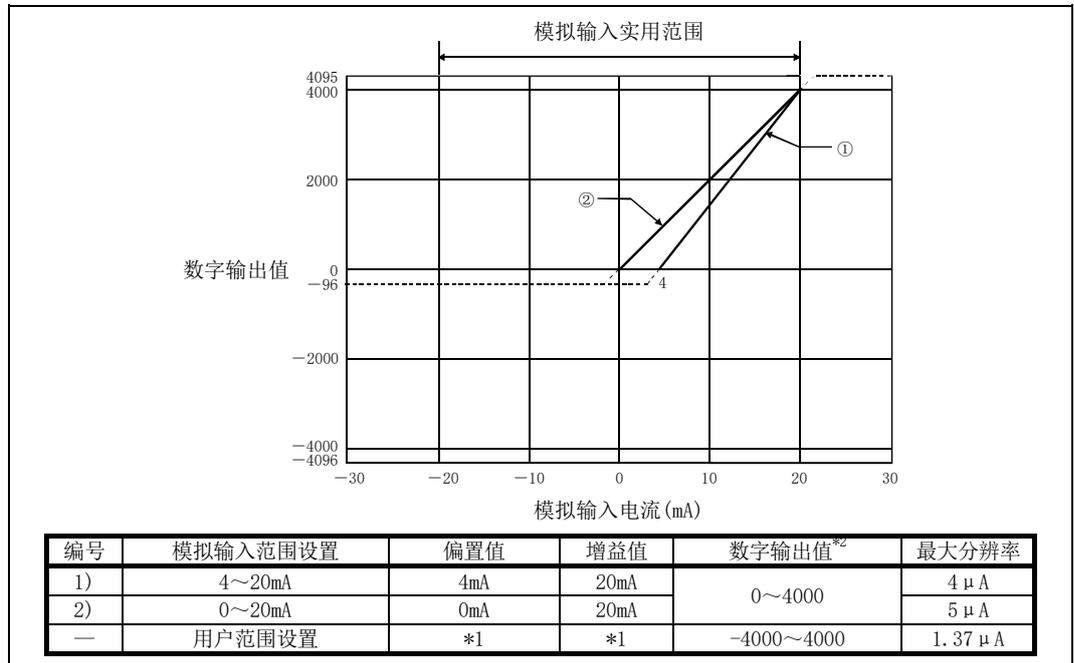

图3.3 普通分辨率模式的电流输入特性
普通分辨率模式的电流输入特性的曲线图如图 3.3 所示。
<p>(1) 应在各输入范围的模拟输入范围以及数字输出范围的范围内使用。 如果超出了该范围，最大分辨率、精度有可能不在性能规格的范围內。(应避免使用图3.3、3.4的虚线部分。)</p> <p>(2) 如果输入-30~30mA 以外的范围的值，则元件可能被破坏。</p> <p>(3) *1 的用户范围设置的偏置值、增益值应在满足以下条件的范围内设置。</p> <p>(a) 偏置值、增益值的设置范围：-20.0~20.0mA</p> <p>(b) 应根据设置的分辨率模式，使用以下计算公式。</p> <p>1) 普通分辨率模式设置时：{(增益值)-(偏置值)} &gt; 5.5mA</p> <p>2) 高分辨率模式设置时：{(增益值)-(偏置值)} ≥ 16.0mA</p> <p>(4) 进行了超过*2 的数字输出值的范围的模拟输入时，数字输出值被固定为最大或最小。</p>